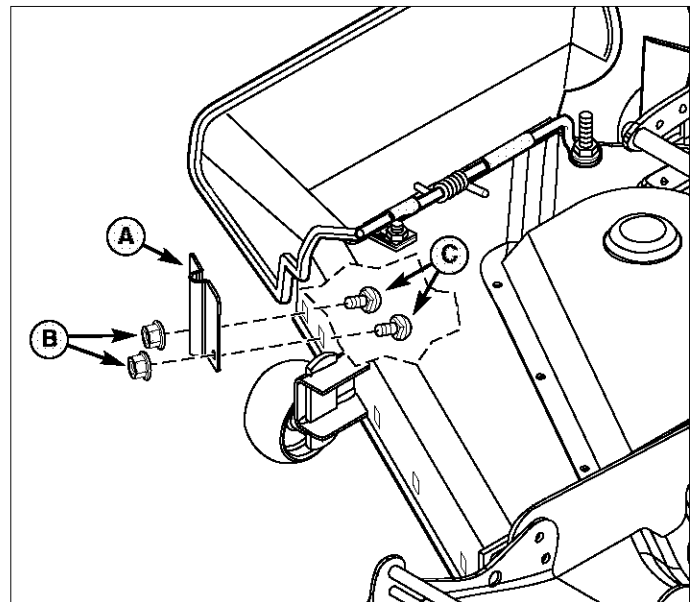

Figura 2. Instalación de la Placa de Montaje
1. Instale la placa de montaje (A, Figura 2) a la cubierta de la podadora como se muestra. Sujétela con los tornillos de cabeza redonda de 5/16-18 x 5/8 (C) y las contratuercas estrelladas de 5/16-18 (A).